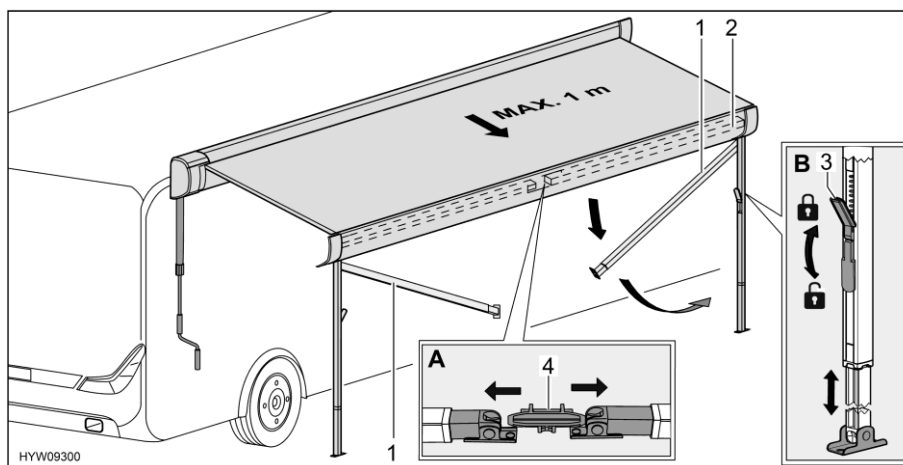

Fig. 29 Préparer les pieds d'appui
- Détacher les pieds d'appui (Fig. 29,1) de sur leur support (Fig. 29,4) situé dans le listeau frontal (Fig. 29,2). Pousser pour ce faire légèrement les pieds d'appui vers l'extérieur (Fig. 29,A).
- Débloquer les dispositifs de verrouillage (Fig. 29,3) des pieds d'appui. Pour ce faire, rabattre le levier de verrouillage vers le bas.
- Faire sortir la partie inférieure des pieds d'appui à la longueur désirée (Fig. 29,B).
- Bloquer les dispositifs de verrouillages (Fig. 29,3) des pieds d'appui. Pour ce faire, rabattre le levier de verrouillage vers le haut.